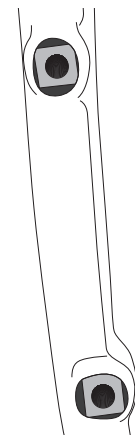
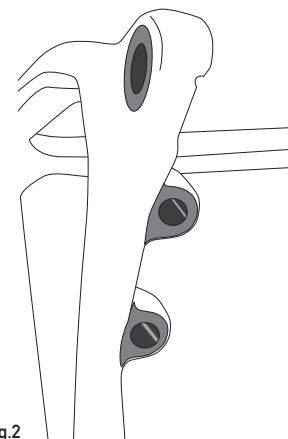

Fig.1
Fig.2
**ATTENZIONE NOTA PER MECCANICI SPECIALIZZATI:** Per evitare che le pinze vengano montate in posizione non corretta rispetto ai dischi o che si possano inclinare dopo l'utilizzo, eliminate sul telaio ogni traccia di verniciatura o asperità dalle superfici su cui le pinze saranno installate, ossia sulla forcella anteriore (Fig.1) ed in prossimità dei fori sul foderino inferiore sinistro. Eliminate anche eventuali tracce di verniciatura o asperità sulle superfici inferiori dei fori sul foderino (Fig.2), dove appoggeranno le teste delle viti di bloccaggio della pinza posteriore.